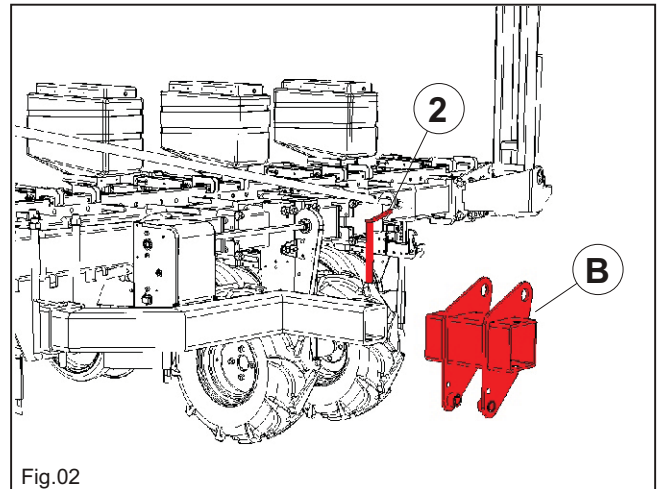

Fig.02
- Montare i supporti **B** fissandoli con le spine **2** (Fig.02).